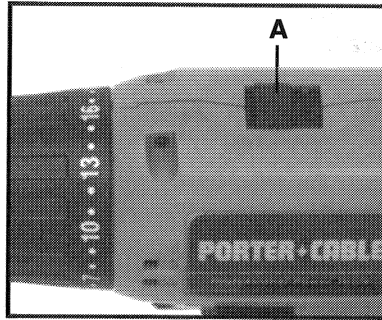

Fig. 4
El Taladro sin Cable, Modelo 830, tiene un cambio de engranajes de dos velocidades, lo cual resulta en límites giratorios del portabroca de aproximadamente: de 0 a 350 RPM (LOW) y de 0 a 1250 RPM (HIGH). Para cambiar entre las velocidades: suelte el gatillo para parar la marcha del motor y empuje el selector de velocidades (A) Fig. 4, hacia atrás para velocidades ALTAS (HIGH) y hacia adelante para velocidades BAJAS (LOW).